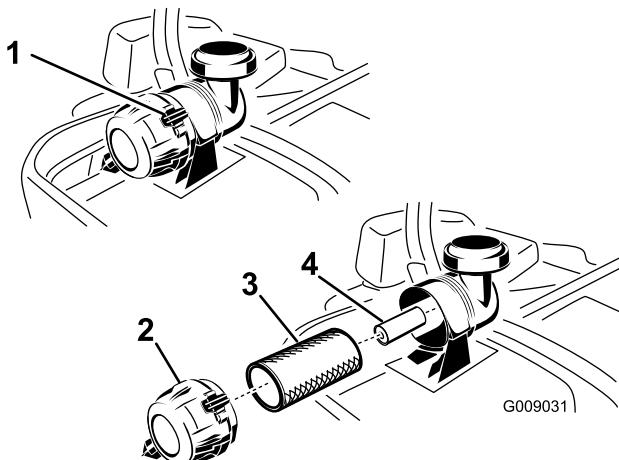

Figura 45
3. Presione hacia abajo para abrir los enganches del limpiador de aire y tire de la tapa del limpiador de aire para separarla de la carcasa del limpiador de aire (Figura 45).
5. Extraiga con cuidado el filtro primario del cuerpo del limpiador de aire (Figura 45). Evite golpear el filtro contra el lado de la carcasa.
1. No limpie el filtro de papel, cámbielo (Figura 45).
2. Si va a cambiar el filtro secundario, deslícelo cuidadosamente en el cuerpo del filtro (Figura 45).
3. Deslice cuidadosamente el filtro primario por encima del filtro secundario (Figura 45). Asegúrese de que está bien asentado empujando sobre el borde exterior del filtro mientras lo instala.
4. Instale la tapa del limpiador de aire y gírela hasta que los enganches la bloquen en su sitio (Figura 45).